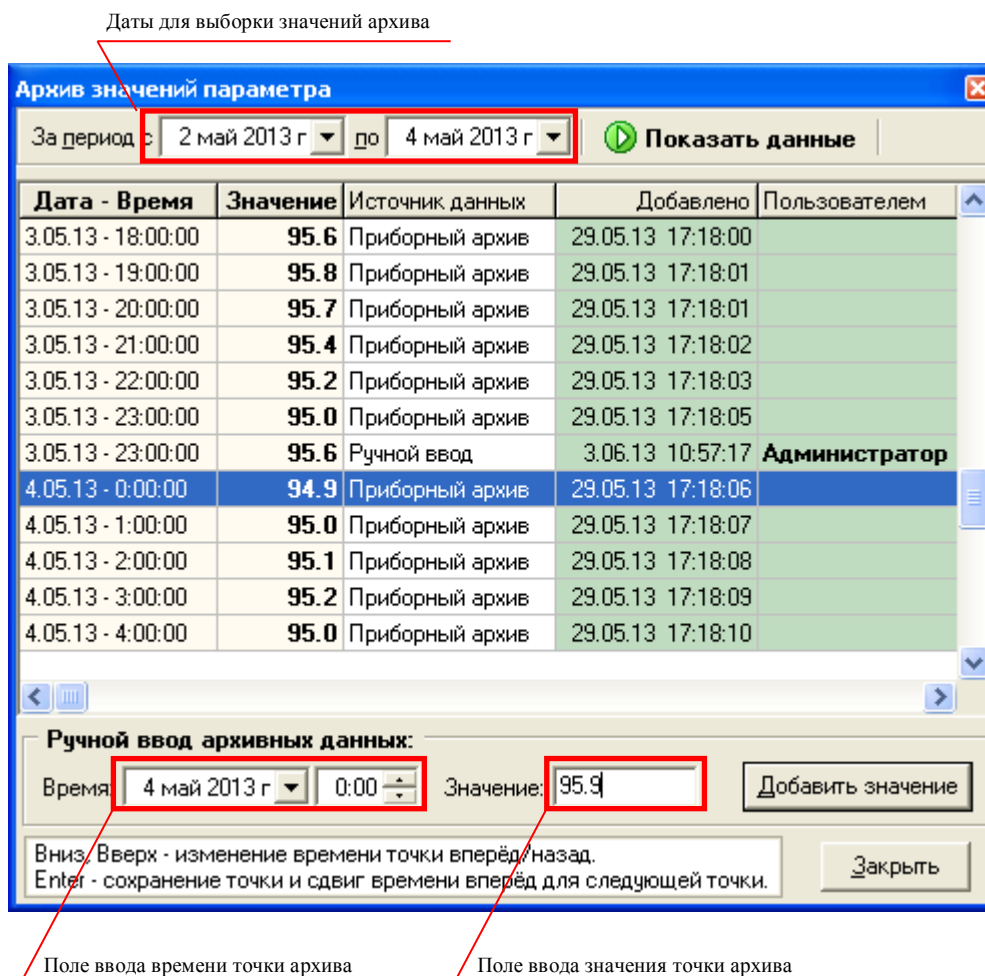

Рис. 4.34
Чтобы добавить значение в архив параметра в контекстном меню параметра в дереве параметров выберите «Архив значений...». Откроется диалоговое окно (рис. 4.34).
- в) «Ручной ввод» – данные были введены вручную через диалоговое окно (рис. 4.34);